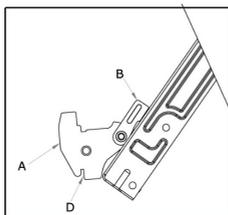

Abb. 1
- Öffnen Sie die Tür vollständig und heben Sie die 2 Hebel "B" an (siehe Abbildung 1).